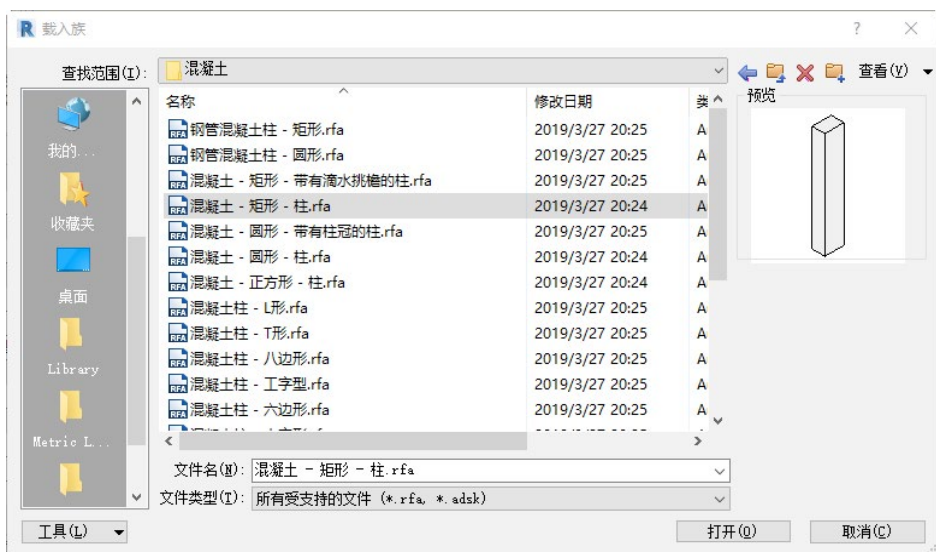

图 5-6 “载入族”对话框
(5) 如果需要载入其他结构柱类型，单击“模式”面板中的“载入族”按钮, 打开“载入族”对话框，选择“China”→“结构”→“柱”→“混凝土”文件夹中的“混凝土 - 矩形 - 柱 .rfa”文件，如图 5-6 所示。